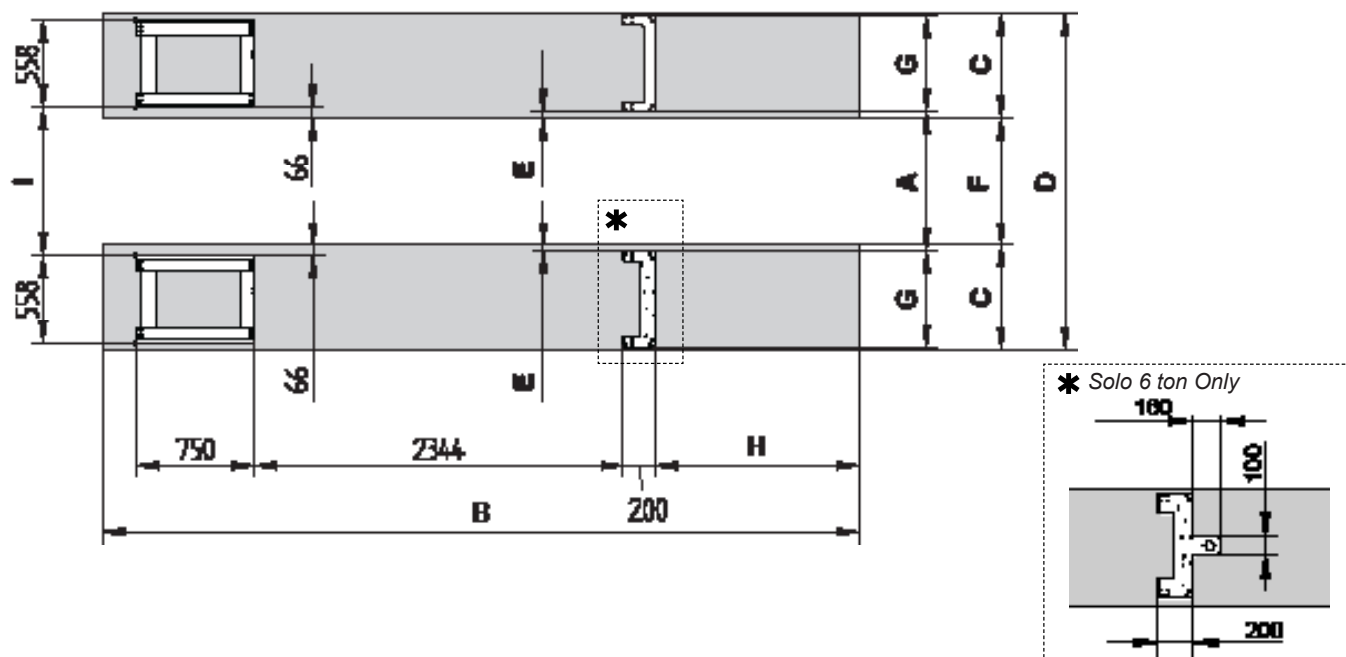

Fig. 1
- Verificare che le pedane siano parallele, in squadro e con distanza interna bordi guida traversa pari alla **quota A** (Fig. 1): se questo non fosse, agire opportunamente sulle basi mantenendone l'allineamento e la distanza longitudinale.
- Portare a terra le pedane e ricontrollare la **quota A** (Fig.1).